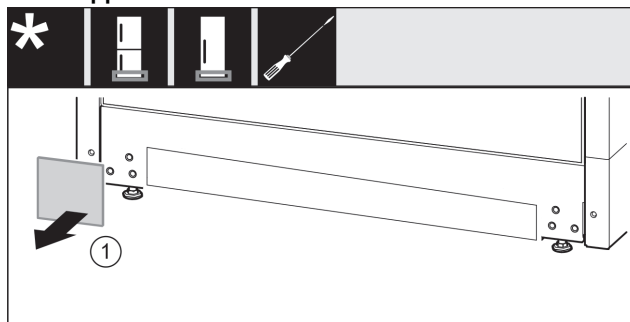

Fig. 13
- Afdekking Fig. 13 (1) wegnemen.